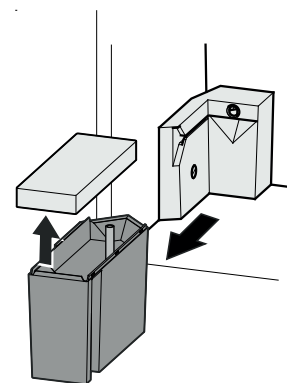

Figure 25
- retirer le réservoir d'eau **Figure 25**.